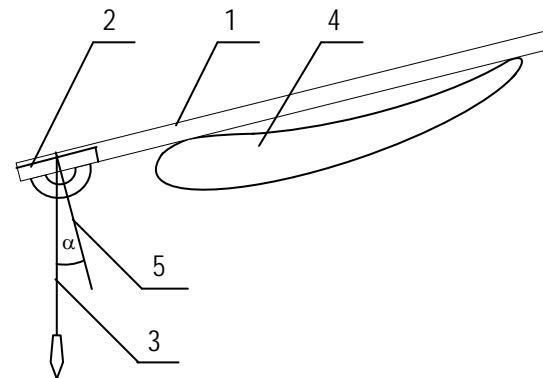

Рис. 3
- Зафиксировать крепежное соединение, загибая углы шайб (10);
- Вставить хвостовики лопастей (1) в пазы лучей (5) и закрепить при помощи накладок (4) и болтовых соединений (13, 14);
- Выставить углы атаки лопастей при помощи угломера или приспособления, указанного на рис. 3. Для этого совместить рейку (1) с прикрепленными к ней транспортиром (2) и отвесом (3), с хордой профиля на внешней кромке лопасти (4), далее повернуть лопасть относительно ступицы до совпадения угла между отметкой 90° на транспортире (5) и отвесом (3) с выбранным значением угла атаки;